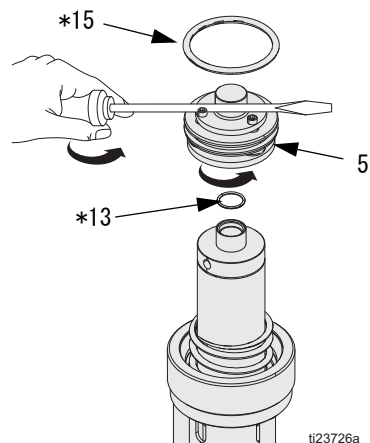

図 12 シリーズ B エアバルブ
3. シリーズ (およびそれ以降のエアモーター)：エアバルブ (5) を外します。回すのに助けが必要な場合、ドライバーの刃をネジの頭部とエアバルブの六角形キャップ (5) の間に割り込ませます。O リング (13* および 15*) に損傷がないか点検し、必要に応じて交換します。O リング (13*) が正しく配置され、挟まれていないことを確認します。図 12 を参照のこと。
**注：エアモーターの修理のステップ3とステップ4（図 12）で組立て時の特別な注意をご覧ください。**